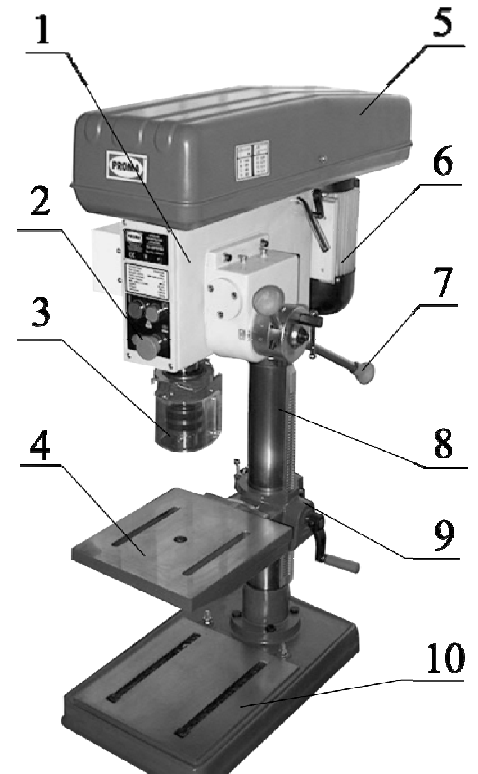

Рисунок 2.
3.3. Основные узлы и детали оборудования (см. рис.2).
3.4. Краткое описание конструкции оборудования (см. рис. 2).